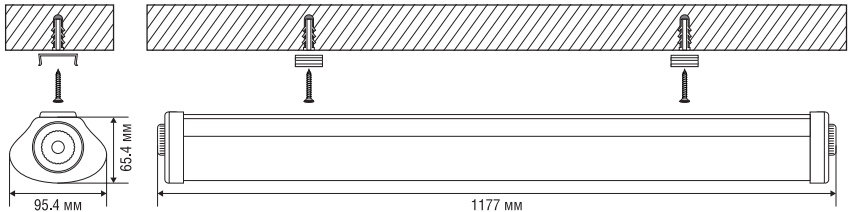

Рис. 1.
- Наметьте место будущей установки светильника и просверлите четыре отверстия, закрепите монтажные скобы как показано на Рис. 1. Вцеплните в них корпус светильника.